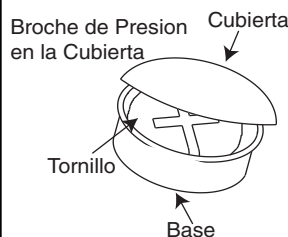

Fig. 6
- Quite las bisagras y los tornillos de bolso del hardware. Monte la unidad de la bisagra en puerta segun lo demostrado en Fig. 6 que asegura con los tornillos proporcionados.